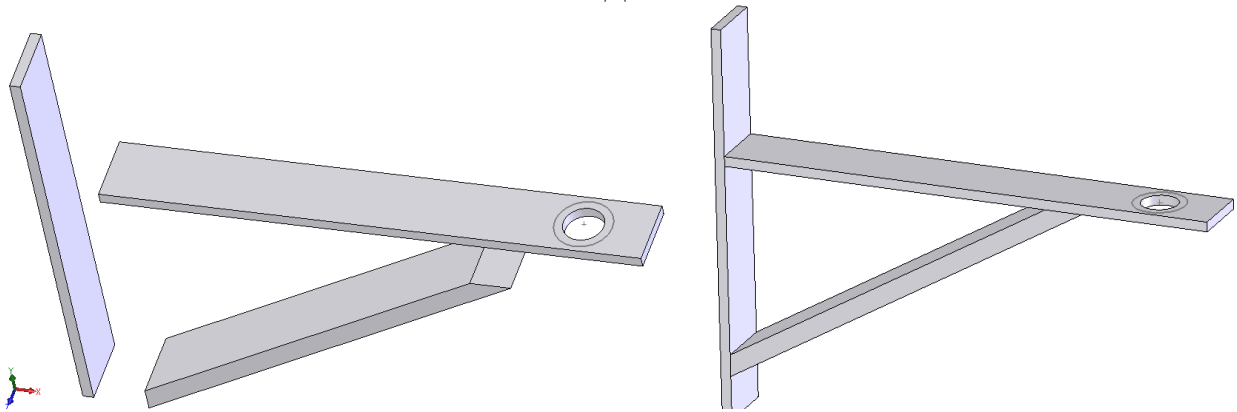

Рис. 6.3. Модель збірки
1. Побудуйте деталі та створіть збірку аналогічну, що зображена на рис.3. При побудові приблизно витримайте пропорції між елементами конструкції. Площа перерізу та геометричні розміри виберіть на власний розсуд (рис. 6.3).